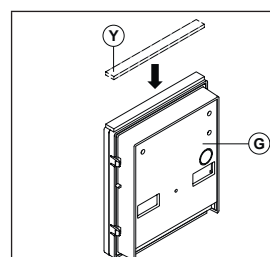

Fig. 3
Applicare la guarnizione adesiva (Y) come mostrato in **Fig. 3**.